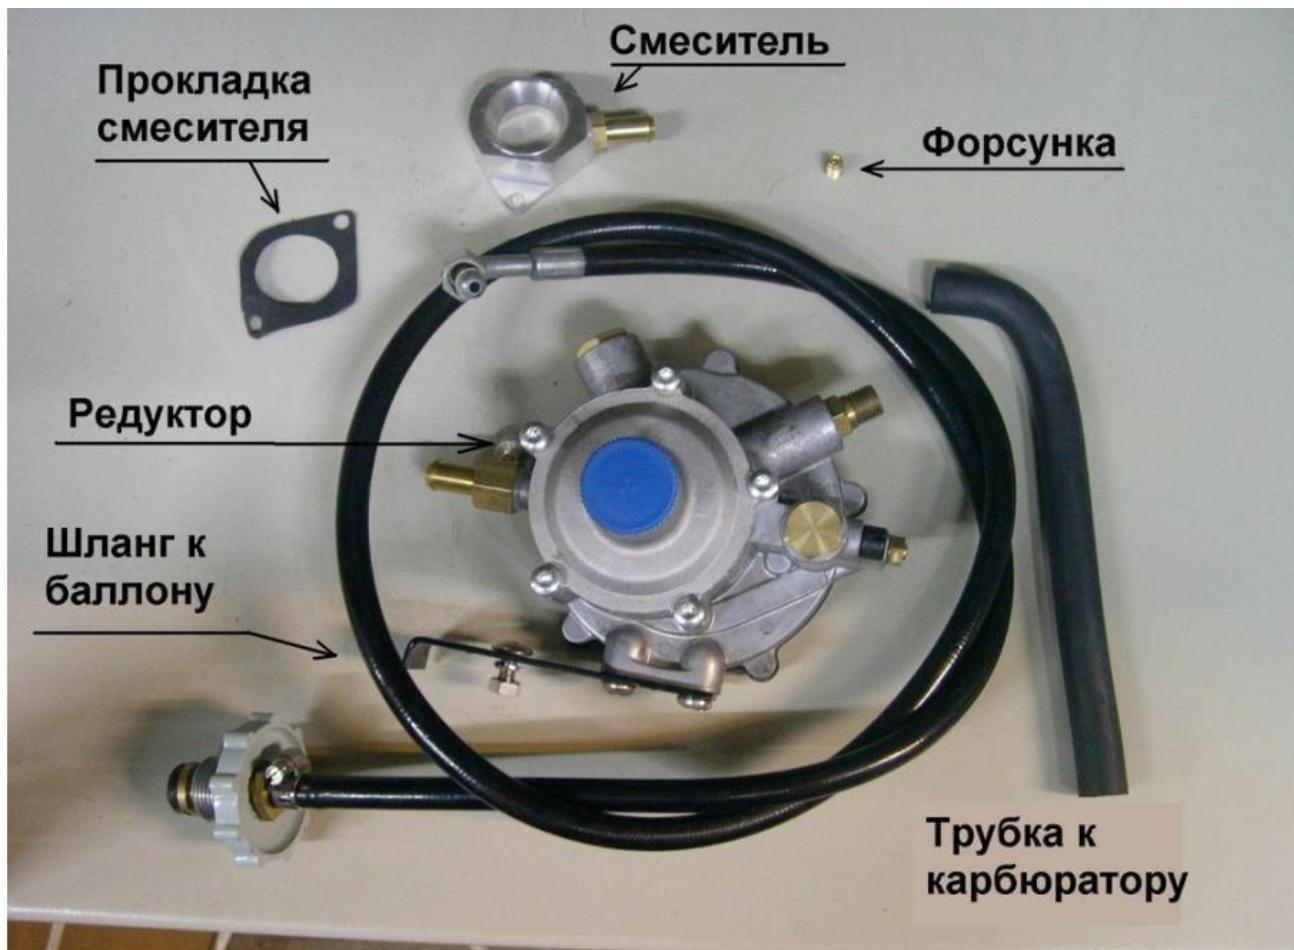

Рис.3
3. Присоединить газовый шланг от смесителя к редуктору. Соединение шлангом должно быть без изгибов (рис. 3)